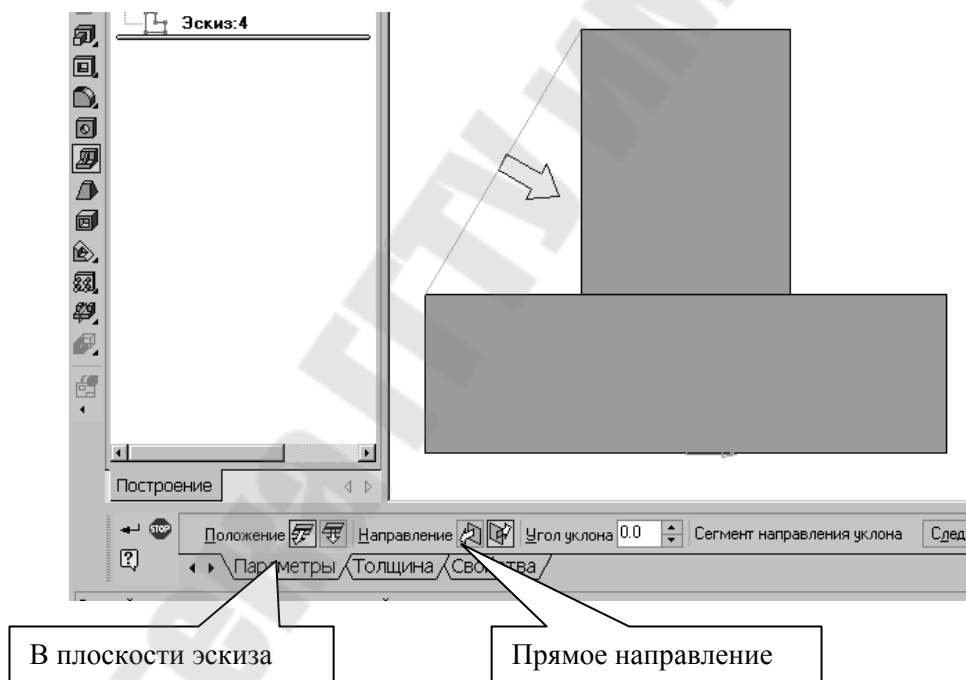

Рис. 85
- Положение ребра жесткости относительно плоскости эскиза (рис. 85);